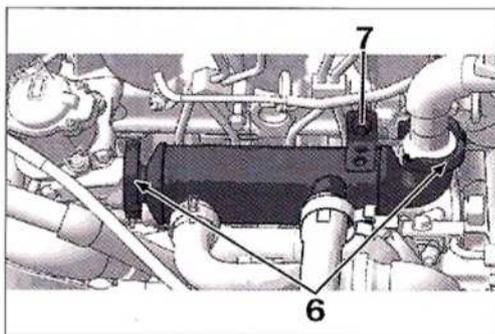

FIG. 45
- Las fijaciones (6) y (7) (Fig.45).